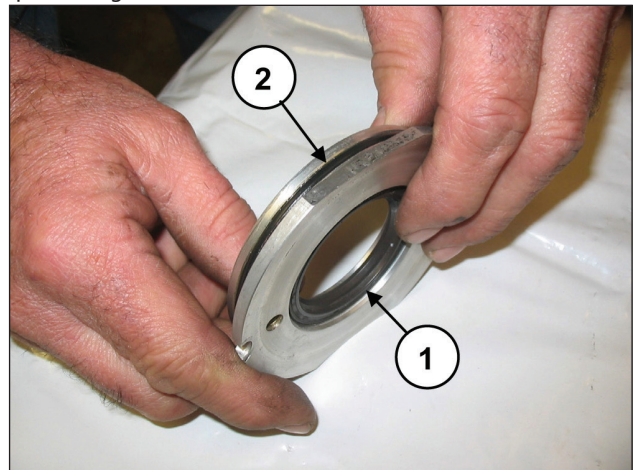

Fig. 165
Troque a junta do óleo (pos. ①, Fig. 165) e o O-ring externo (pos. ②, Fig. 165).